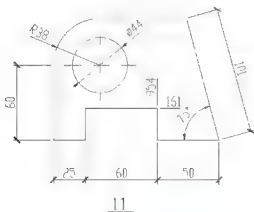

图 3.143 绘制并标注图形
- (1) 按尺寸绘制如图 3.143 所示图形。
- (2) 标注图中所示的线性尺寸及半径、直径、角度、圆心标记及坐标等。